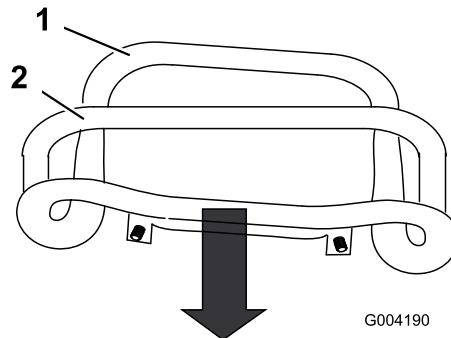

Figure 48
3. Tirez la commande de déplacement en arrière pour que l'avant touche la barre de référence (Figure 48).